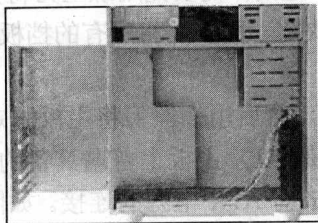
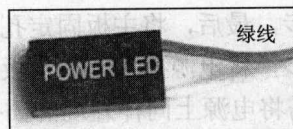

图 1-8 Reset 接头
图 1-9 电源指示灯的接线
① PC 喇叭的 4 芯插头，实际上只有 1、4 两根线，一线通常为红色，它是接在主板的 Speaker 插针上。这在主板上是有标记，通常为 Speaker。在连接时，注意红线对应 1 的位置（红线对应 1 的位置，有的主板将正极标为“1”，有的标为“+”，视情况而定）。
② Reset 接头连着机箱的 Reset 键，它要接到主板上 Reset 插针上，如图 1-8 所示。主板上的 Reset 针的作用是这样的：当它们短路时，计算机就重新启动。Reset 键是一个开关，按下它时产生短路，松开时又恢复开路，瞬间的短路就使计算机重新启动。偶尔会有这样的情况，当按一下 Reset 键并松开时，它并没有弹起，一直保持着短路状态，计算机就不停地重新启动。
③ ATX 结构的机箱上有一个总电源的开关接线，是个两芯的插头，它和 Reset 的接头一样，按下时短路，松开时开路，按一下，计算机的总电源就被接通了，再按一下就关闭，但是还可以在 BIOS 里设置为开机时必须按电源开关 4 秒以上才会关机，或者根本就不能按开关来关机而只能靠软件关机。
④ 这个 3 芯插头是电源指示灯的接线，使用 1、3 位，1 线通常为绿色。在主板上，插针通常标记为 POWER，连接时注意绿色线对应于第一针（+），如图 1-9 所示。当它连接好后，计算机一打开，电源灯就一直亮着，指示电源已经打开了。